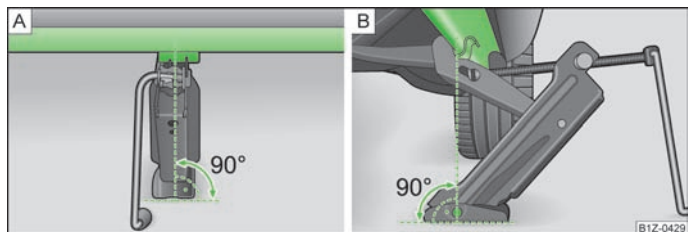

Fig. 135 Application du cric
- Appliquez le cric de façon à ce que la griffe entoure la nervure » fig. 135 – [B] en dessous de l'estampille de la surface latérale sur le bas de caisse.
- Assurez-vous que l'embase du cric repose sur toute sa surface sur un sol plat et s'applique perpendiculairement » fig. 135 à l'emplacement où la griffe entoure la nervure.